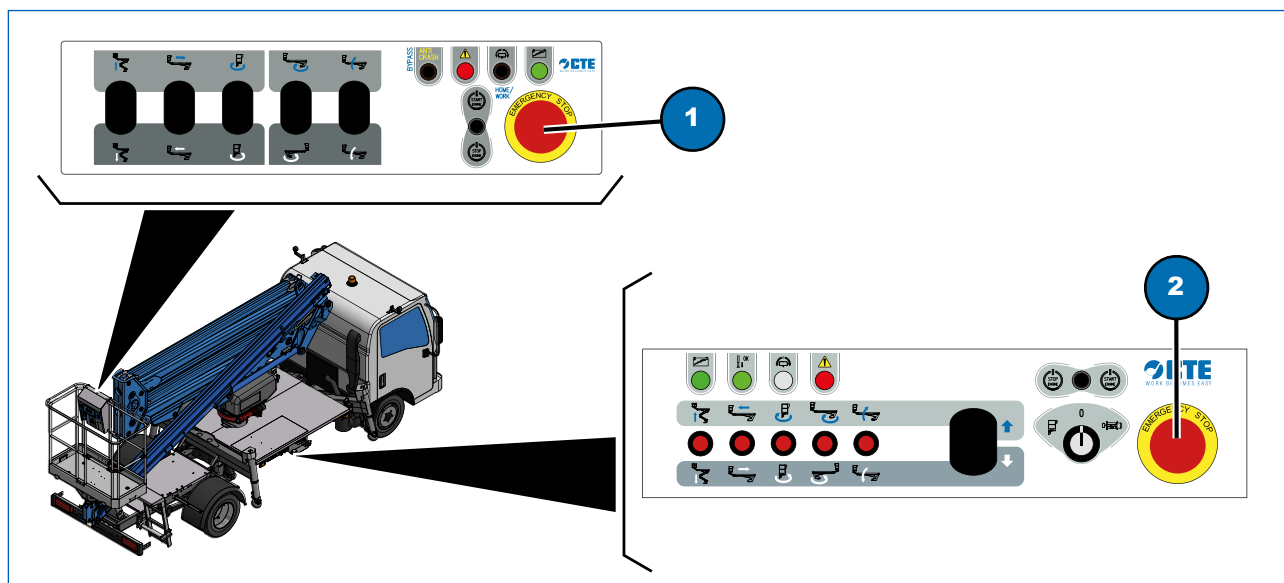

Fig. 5.1
Nelle principali postazioni di manovra della piattaforma elevabile sono collocati dei pulsanti (Fig. 5.1, 1 e 2) per l'arresto della macchina in caso di emergenza.
- Premere il pulsante di emergenza (Fig. 5.1, 1 o 2) e verificare che non sia possibile effettuare nessun tipo di manovra.